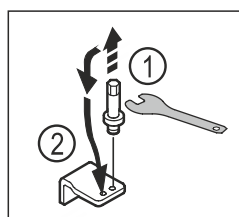

Fig. 13
- ▶ Skruva ur den undre lagerbockens bult med utvändigt sexkantsnyckel NV5. Fig. 13 (1)
- ▶ Sätt in bult på motsatta sidan. Fig. 13 (2)